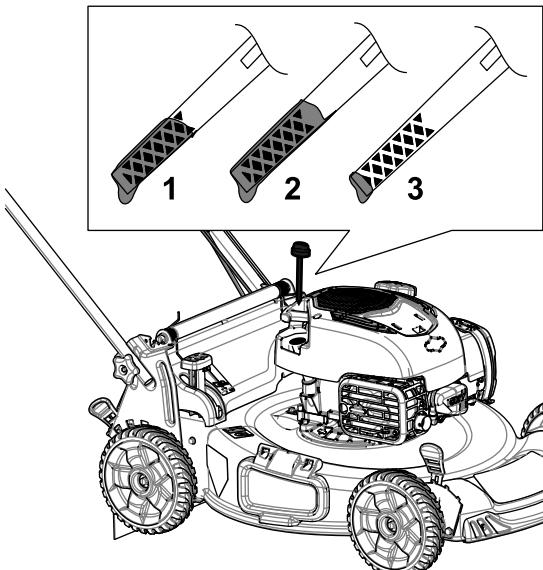

Bild 11
2. Entfernen Sie den Peilstab, indem Sie den Deckel nach links drehen und herausziehen (Bild 11).
5. Lesen Sie den Ölstand am Peilstab ab. (Bild 11)
- Wenn der Ölstand am Peilstab zu niedrig ist (Bild 11), füllen Sie langsam etwas waschaktives Öl (SAE 30 oder SAE 10W-30) in den Öleinfüllstutzen, warten Sie drei Minuten und wiederholen Sie dann die Schritte 3 bis 5, bis der Ölstand am Peilstab richtig ist. Informationen zur Ölsorte finden Sie unter Wechseln des Motoröls \(Seite 20\).
- Wenn der Ölstand am Peilstab zu hoch ist (Bild 11), lassen Sie Öl ab, bis der Ölstand am Peilstab richtig ist, siehe Wechseln des Motoröls \(Seite 20\).